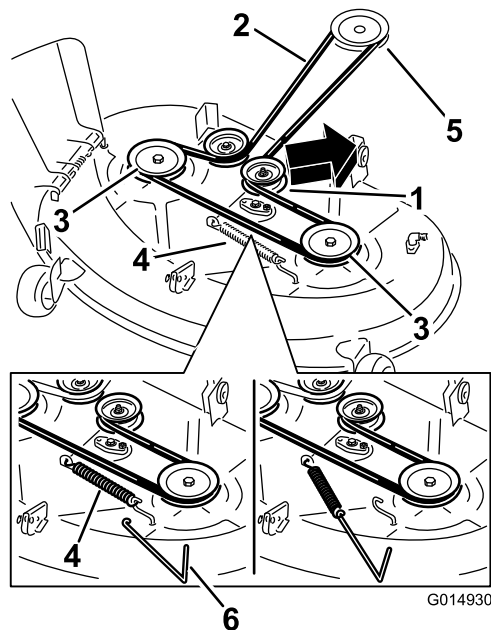

Figura 62
6. Pase la correa nueva alrededor de las poleas del motor y del cortacésped (Figura 62).
7. Usando una herramienta para la retirada de muelles, instale el muelle tensor sobre el gancho de la carcasa y tense la polea tensora y la correa del cortacésped (Figura 62).
5. Usando una herramienta para la retirada de muelles (Pieza Toro N° 92-5771), retire el muelle tensor del gancho de la carcasa para eliminar la tensión de la polea tensora, y retire la correa de las poleas (Figura 62).